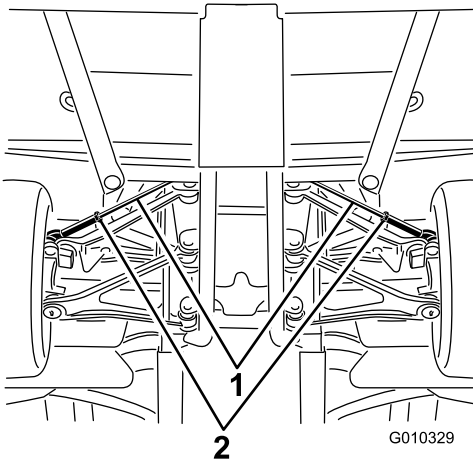

Bild 56
- A. Lösen Sie die Klemmmutter in der Mitte der Spurstange (Bild 56).